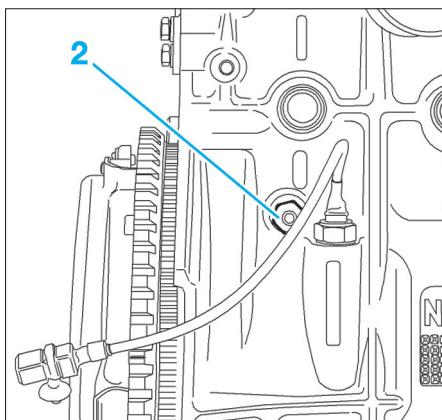

FIG. 20
- Déposer le bouchon (2) pour vidanger le moteur (Fig.20).